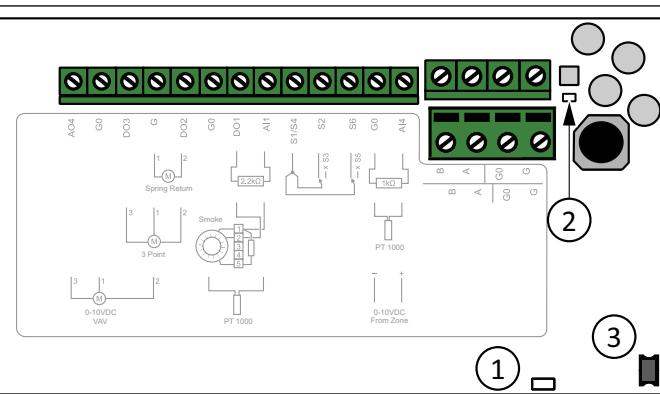

Figure 4 Insiden af SCS-S2. 1= LED lys for status, 2= LED lys for kommunikation, 3= Trykknap
10. Tryk på knappen på spjældenhederne, se *Figure 4*. LED-indikatoren lyser op i magenta.
Når den er identificeret, begynder LED-indikator 1 på enheden at blinke, se *Figure 4*.
3. LED-indikator 1 på enheden blinker i ca. fem (5) sekunder, se *Figure 4*.
2. Tryk på knappen på enheden, se *Figure 4*
Det er muligt at nulstille enheden til fabriksindstillingerne med knappen, se Figure 4).
1. Tryk på knappen, og hold den inde i 10 sekunder. LED 1 (Figure 4) lyser rødt.